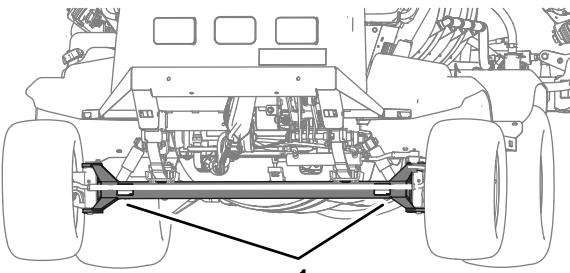
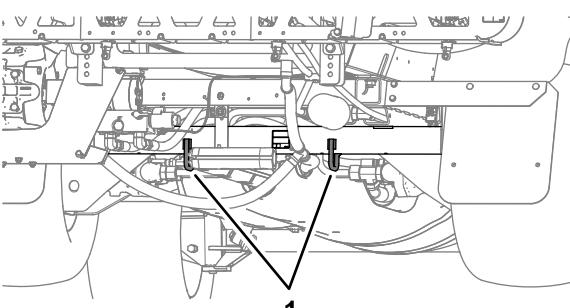

Bild 50
Bild 51
- Befestigen Sie die Maschine sicher am Transportfahrzeug; in **Bild 50** und **Bild 51** sind die Vergurtungsstellen an der Maschine abgebildet.